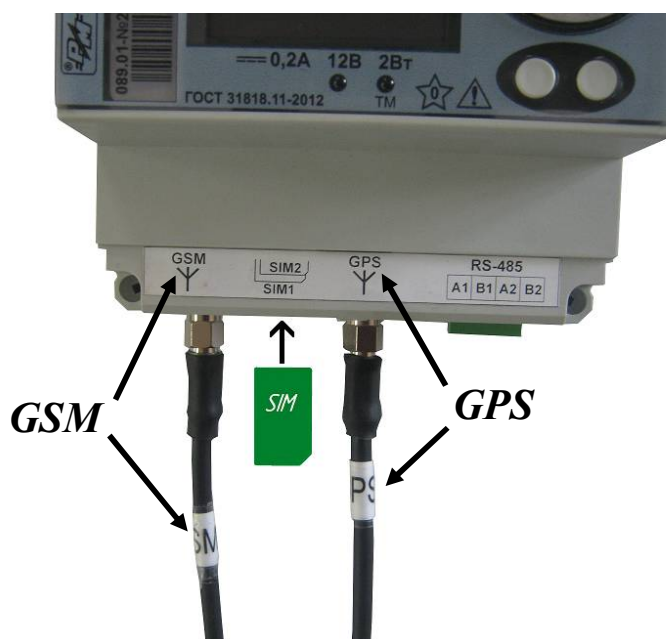

Рисунок 24
6.5 Подключить удлинители кабелей антенны GSM/GPS к ББ в соответствии с обозначениями на кабелях, вставить SIM-карту в разъем ББ (см. рисунок 24).